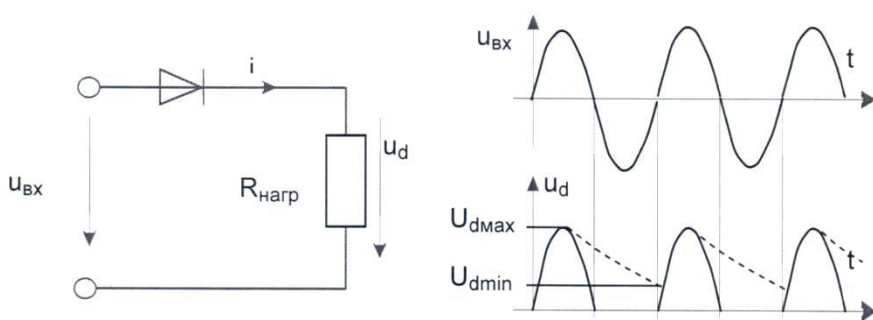
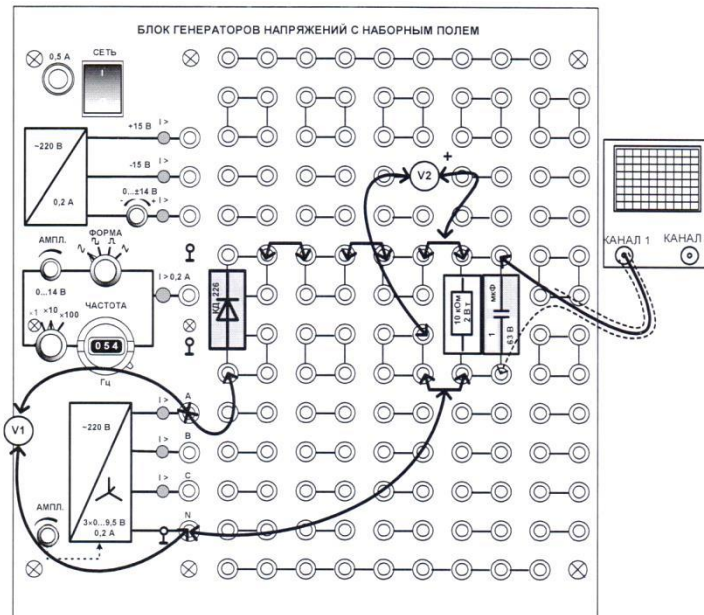

Рис. 11.1. Принципиальная схема однополупериодного выпрямителя
Рис. 11.3. Монтажная схема однополупериодного выпрямителя
5.1. Соберите цепь согласно принципиальной схеме (рис. 11.1) и монтажной (рис. 11.3) сначала без сглаживающего фильтра ($C=0$). Включите мультиметры: V_1 – для измерения действующего значения синусоидального напряжения, V_2 – для измерения постоянного напряжения. Включите и настройте осциллограф. Установите развёртку 5 мс/дел.
6.1. В отчёте необходимо указать номер работы, тему, цель, привести принципиальные схемы (рис. 11.1; 11.2), таблицы, вывод по п. 5.6..